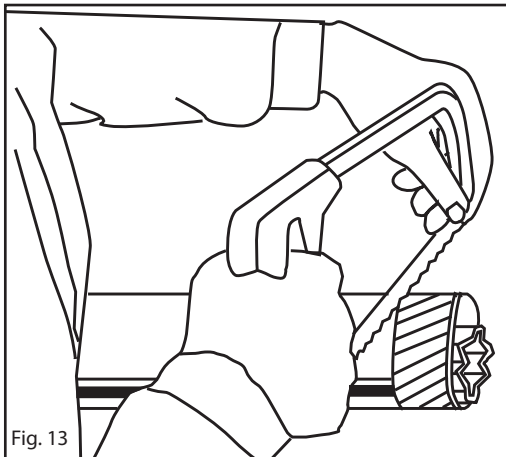
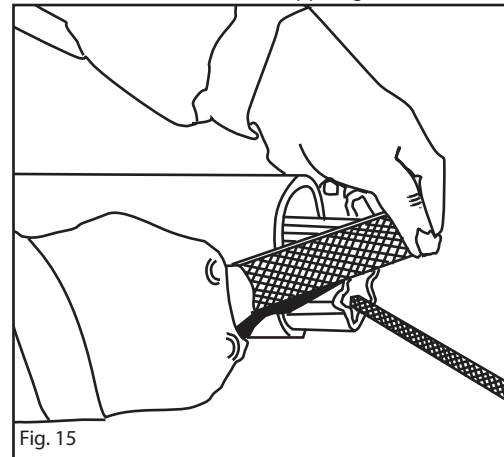
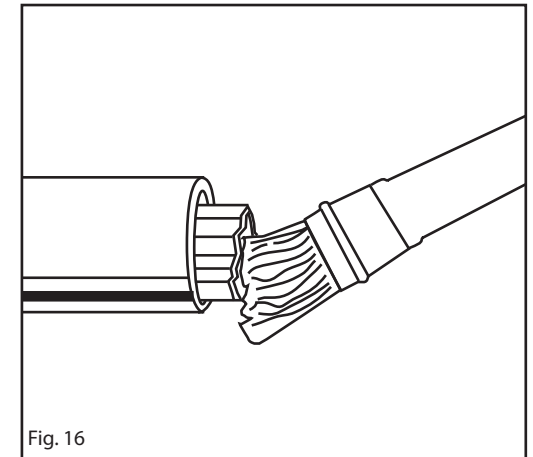

Fig. 13
Fig. 15
Fig. 16
- Shorten the sliding tubes by the same extent (Fig. 13 and 14), deburr and trim (Fig. 15), then grease the inside of the outer tube (Fig. 16).
- Die Gleitrohre um die gleiche Länge (Abb. 13 und 14) kürzen, sie abgraten und reinigen (Abb. 15) und das Innere des Außenrohrs schmieren (Abb. 16).
- Raccourcir les tubes coulissant de la même longueur (Fig. 13 et 14), ébavurer et nettoyer (Fig. 15) puis graisser l'intérieur du tube extérieur (Fig. 16).
- Укоротить скользящие трубы на одну и ту же длину (Рис. 13 и 14), зачистить и протереть их (Рис. 15), смазать внутреннюю часть внешней трубы (Рис. 16).